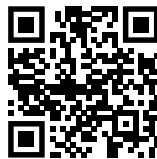

Fig. 168
- ▶ Abrir el Liebherr SmartMonitoring Dashboard. (consulte Fig. 168) .